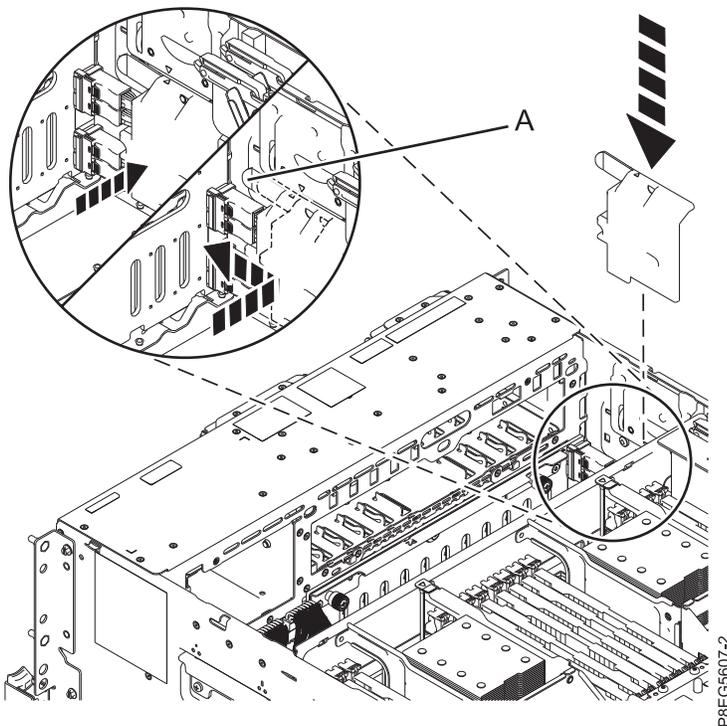

Abbildung 20. SAS-Kabelabdeckung austauschen
7. Tauschen Sie die SAS-Kabelabdeckung aus. Ordnen Sie die Aussparungen in der Abdeckung auf den Stiften an der Seite des Chassis an. Wenn die Aussparungen in der Abdeckung und die Stifte ordnungsgemäß ausgerichtet wurden, ist das Dreieckssymbol an der SAS-Kabelabdeckung am Dreieckssymbol an der Seite des Chassis ausgerichtet. Drücken Sie die Abdeckung zur Vorderseite des Systems, bis der Griff (A) einrastet. Siehe Abb. 20.